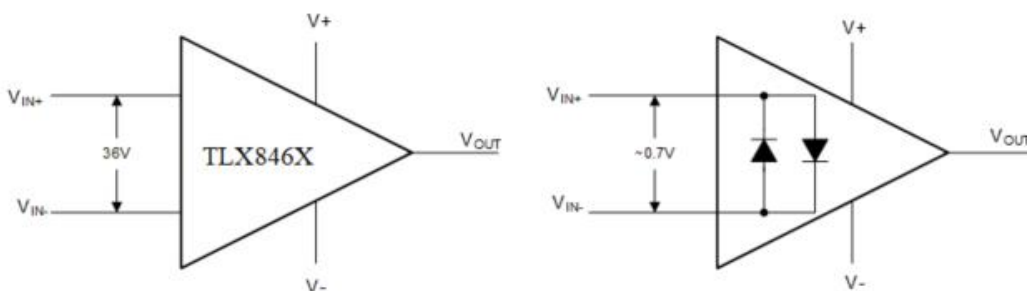
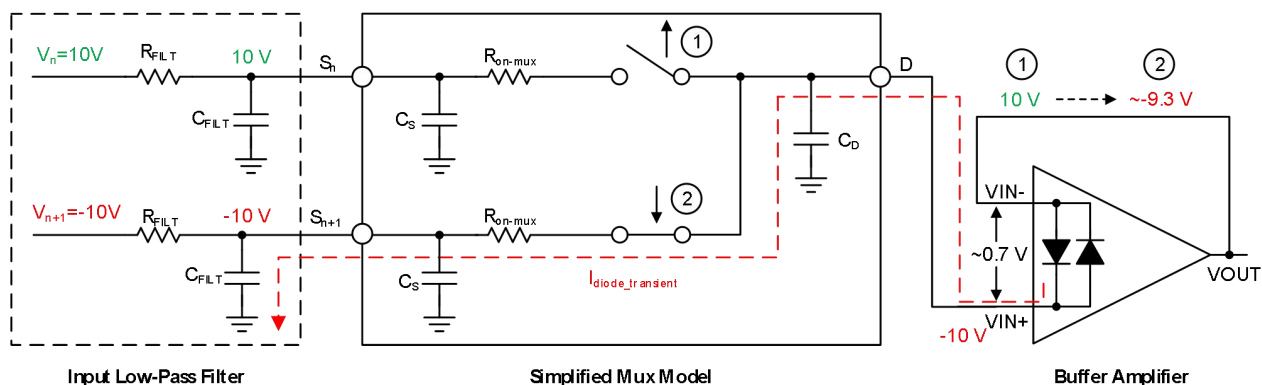

图 30. 输入保护不限制差分输入能力
图 31. 背对背二极管造成稳定问题
**TLX8467** 和 **TLX8468** 使用独特的电路输入结构来消除对输入保护二极管的需求，但在瞬态情形下仍能提供可靠的输入保护。可以通过快速瞬态阶跃响应来激活图 30 中所示的常规输入二极管保护方案，但由于存在交流电路路径，这将引入信号失真和稳定延时时间，如图 31 所示。对于低增益电路，这些快速斜向输入信号前向偏置背对背二极管，这会导致输入电流增加，进而使稳定时间延长。